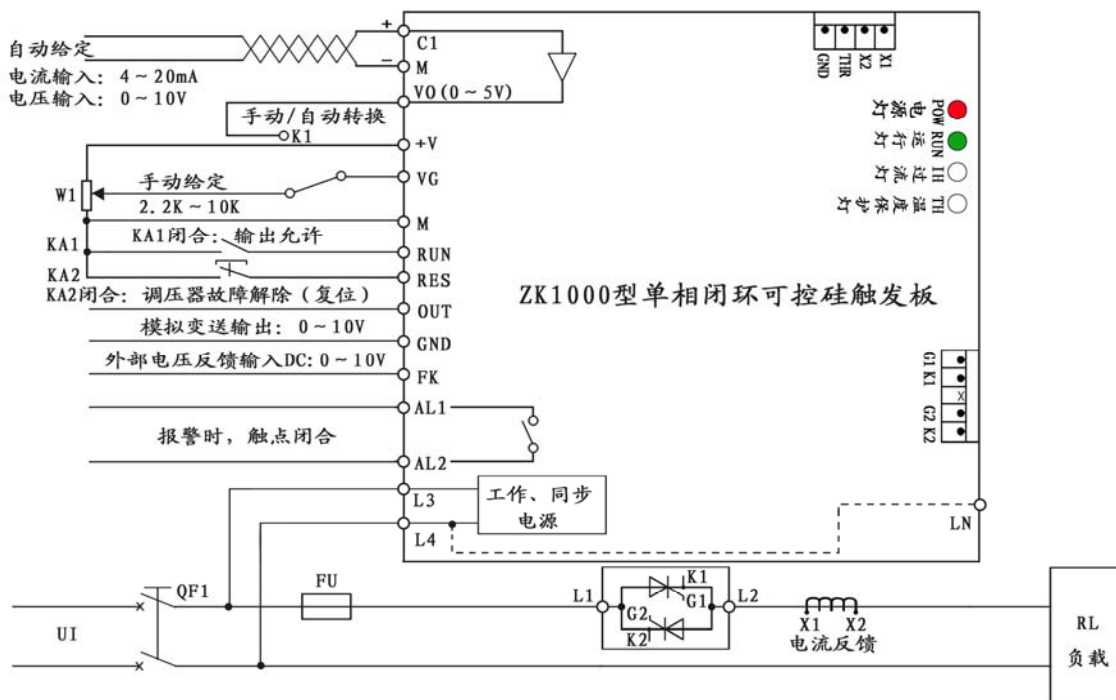

图 2-3 基本运行接线
- (1)图中的 **UI** 为标准产品提供的电压等级（**110V、220V、380V**）之一（请订货时明确提出）；
- (2)若无特殊要求，电压反馈取自负载两端，一端为 **L2**，另一端为 **LN**（出厂时 **LN** 将通过跳线连接到 **L4**，图 2-3 的虚线）。